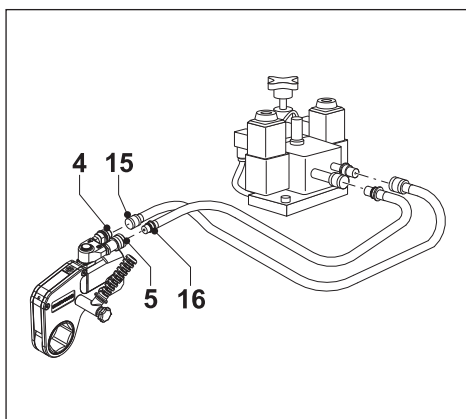

Fig. 6
3.4 Montagem das mangueiras (fig. 6)